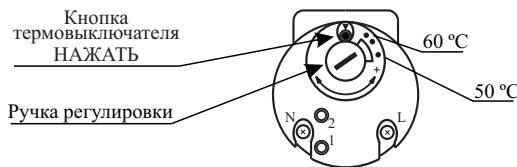

Рисунок 1 - Лицевая панель терморегулятора со встроенным термовыключателем без самовозврата для моделей W30V, W50V, W80V, W100V, W120V.
- в ЭВН моделях **W30V, W50V, W80V, W100V, W120V** отключить ЭВН от электросети, снять защитную пластмассовую крышку и повернуть ручку регулировки (поворотом против часовой стрелки температуру увеличивают, по часовой стрелке - уменьшают, см. рисунок 1);